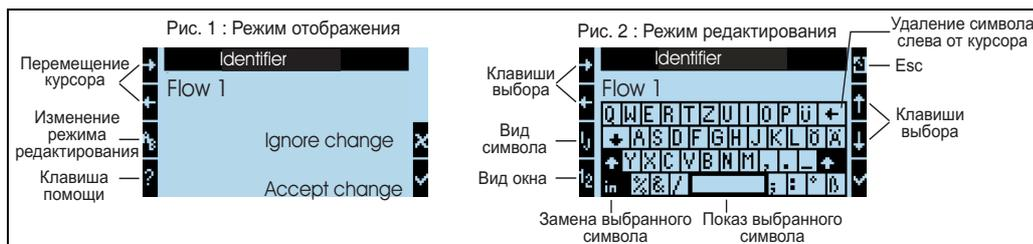

Рис. 16: Пример: редактирование с помощью "Palm" клавиатуры
- При выборе нужной позиции для изменения используйте для перемещения курсора клавишу "стрелка вправо". Если необходимо удалить весь текст, переведите курсор в крайнее правое положение (см. Рис. 16/1).
- Используя клавиши "I/J/ij" и "1/2" выберите требуемый вид букв, цифр и символов (см. Рис.16/2).
- Используйте клавиши со стрелками выберите нужный символ и подтвердите выбор клавишей с птичкой. Если текст надо удалить применяйте клавишу "стрелка влево" в верхнем углу клавиатуры. (см. Рис. 16/2).
- Если после редактирования текста необходимо вернуться в рабочий режим, используйте клавишу "Esc" и подтвердите свои изменения клавишей ✓ (см. Рис. 16/1).
- Курсор текста не может перемещаться в режиме редактирования (см. Рис. 16/2). Для возврата в предыдущее окно (см. Рис. 16/1) и выбора нужной позиции используйте клавишу "Esc". Возврат в режим редактирования клавишей "AB".